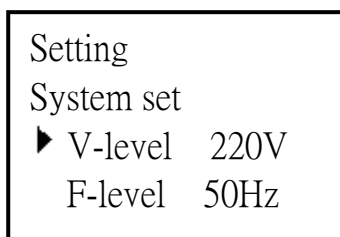

Рис. 23 Настройки системы (напряжение и частота)
- Выбрать и подтвердить «System Setting» (Настройки системы), см. Рис. 23~28